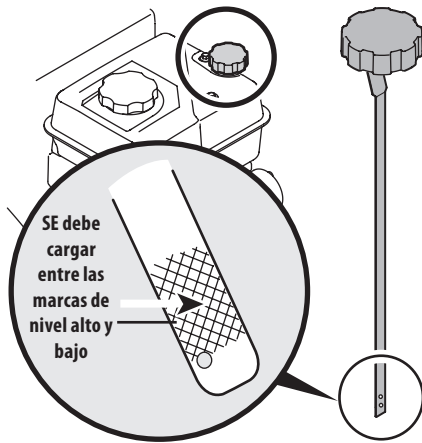

Figura 3-3
- Mantenga el nivel de aceite entre las marcas "H (lleno)" y "L (agregar)" de la varilla de medición del nivel. Vea la "Figura 3-3".
- Retire el tapón de llenado/varilla de medición de aceite y limpie bien la varilla. Vea la "Figura 3-3".
- Saque el tapón / la varilla de medición de aceite. Si el nivel es bajo, agregue lentamente aceite hasta que el nivel registrado esté en un punto intermedio entre alto (H) y bajo (L), "Figura 3-3".